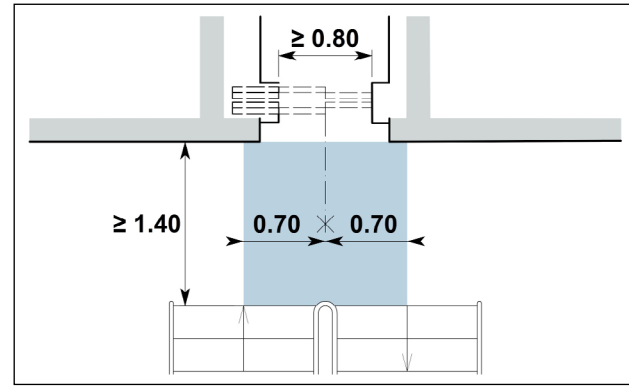

Fig. 1: surface de manœuvre et risque de chute
- > Surface de manœuvre horizontale exigée devant les portes d'ascenseur pour manœuvrer: min. 1.40 x 1.40 m, axée sur le vide de passage de la porte; doit être utilisable sans restriction (Fig.1).
- > Dans les constructions avec logements la profondeur de la surface de manœuvre peut être réduite à 1.20 m, pour autant qu'une volée d'escalier descendante ne se trouve pas en face de l'ascenseur. Une profondeur de min. 1.40 m est alors exigée (distance de sécurité, Fig.1).